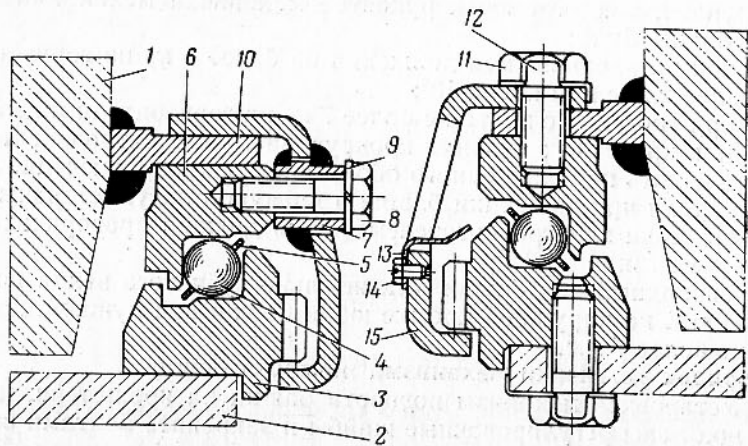
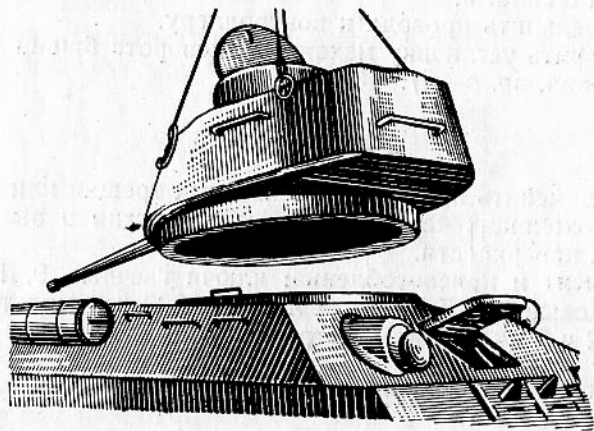

Рис. 76. Шариковая опора башни:
Рис. 77. Снятие башни
5. Вывернуть болты крепления захватов 15 (рис. 76) башни и снять захваты.
7. Вывесить башню краном и снять (рис. 77) башню в сборе с верхним погоном 6 (рис. 76). Снять сепаратор 5 и шарики 4.